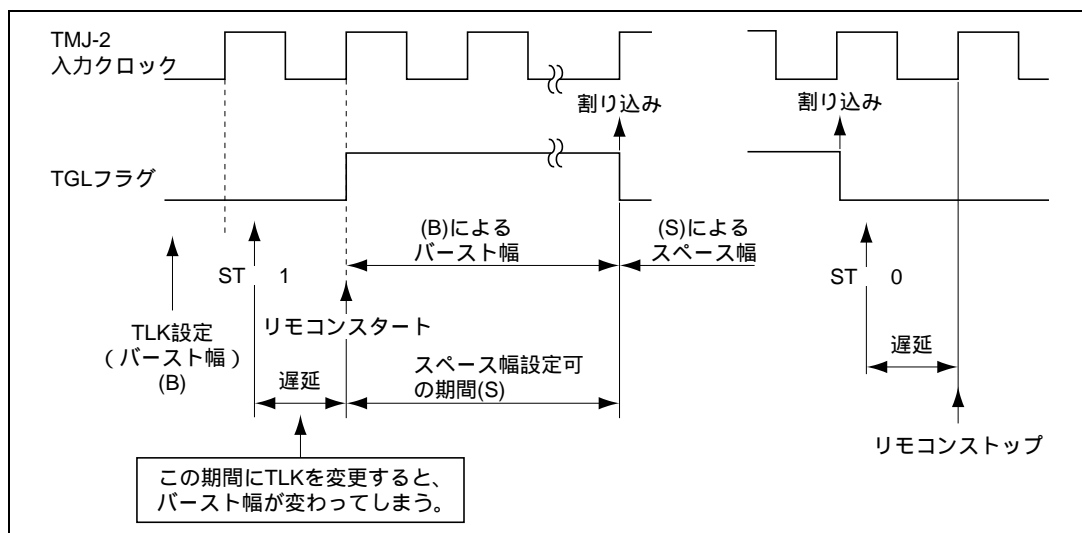

図 13.4 リモコン送信の制御
タイマ J をリモコンモードにすると、スタートビット (ST) は TMJ-2 の入力クロックに同期してセット/クリアされるため、ST ビットを 1 にセットしてからリモコン送信動作に入るまで、最大で入力クロックの周期分だけ遅延が生じます。そのため、ST ビットを 1 にセットしてから、入力クロックの次の周期が来るまでの間に、TLK を書き換えると、最初のパースト幅が図 13.4 に示すように変わってしまいます。